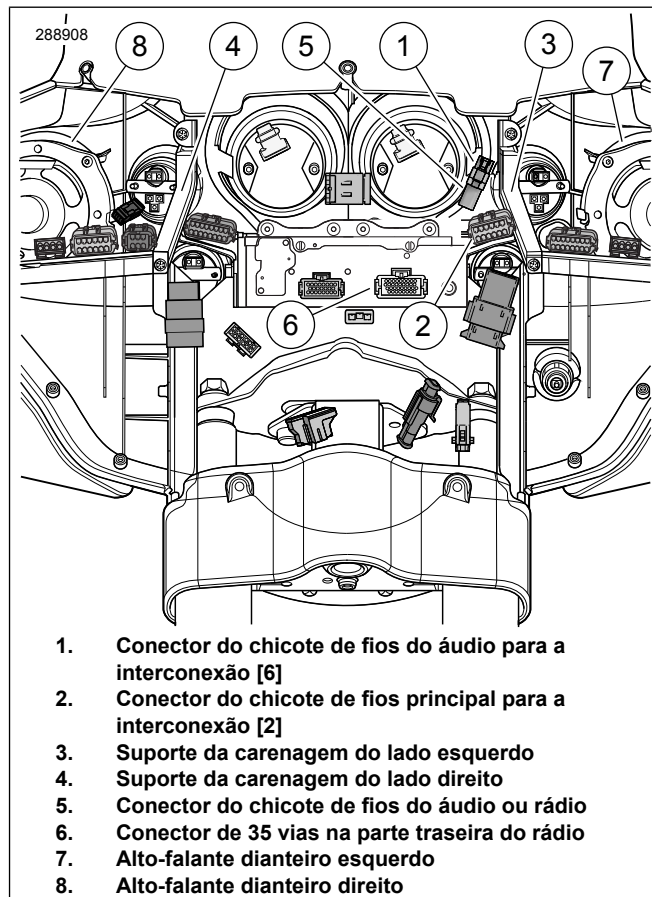

Figura 1. Conectores da carenagem interna (FLHX, FLHT/C/U)
- Veja a figura 1. Anote o local do conector do chicote de fios do áudio para a intercomunicação Deutsch de 6 vias [6] preto (1) antes de mudar o conector cinza Molex de 12 vias [2] (2).
Se o conector de áudio Deutsch de 6 pinos para ligação do conector fêmea do chicote de fios [6B] (Veja a figura 1., item 1) no veículo **estiver conectado** a um chicote de fios de áudio (5), desconecte as metades do conector e prossiga para a seção **Orientação e conexão do chicote de fios do amplificador**.
3. Ligue o conector de 35 vias (13) do chicote de fios do rádio (12) no receptáculo atrás do rádio (veja Figura 1, Item 6). Escutando um “clique” bem nítido.
4. Passe o ramal mais curto do chicote de fios do rádio (com um conector macho de 6 vias e condutores amarelo/laranja e amarelo/violeta), por sobre a área do conector fêmea [6B] (1), mas **não** o conecte ainda. Este conector macho (14) será, agora, conhecido como conector [6A].
1. Remova a cunha de trava secundária do conector fêmea [6B] (Veja a figura 1., item 1) do veículo de acordo com as instruções do Manual de serviço. Remova os plugues das cavidades 4 e 5.